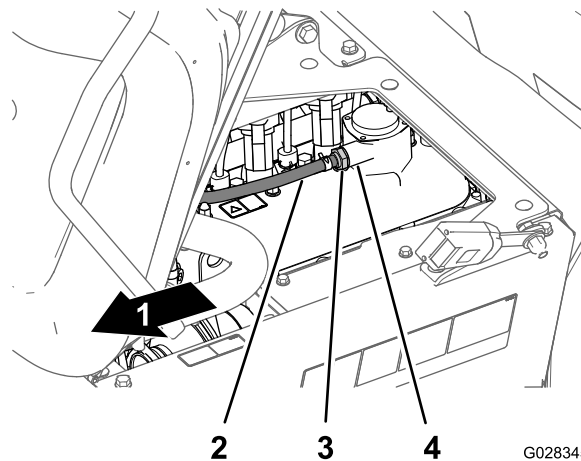

图 81
注意 如果阀门的内节流器发出咔嗒声表示 PCV 阀可用如果内节流器在摇动时无法自由发声则应更换 PCV 阀图 81。
4. 插入 PCV 阀直到其在阀盖接头的密封件内完全到位图 81。
2. 从阀盖接头上拆下 PCV 阀图 81。